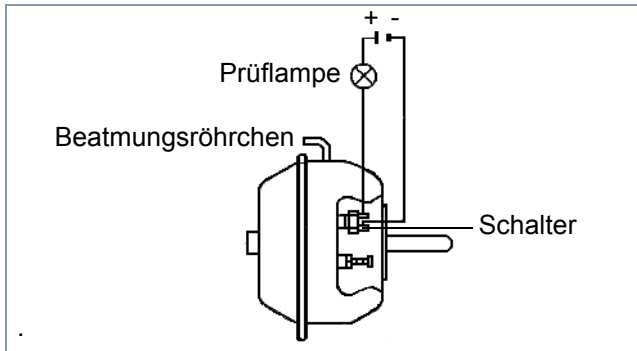

Abb. 1 Membranzylinder
- Bei Geräten mit Hubanzeige den Schalter (siehe Abb. 1) auf elektrische und mechanische Funktion überprüfen.
- Prüfanschluss am Beatmungsrohrchen (siehe Abb. 1) im Zylinderdeckel befestigen.